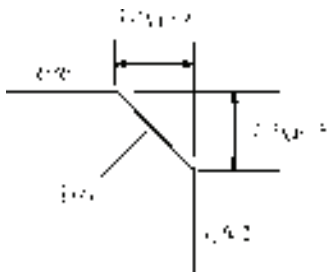

图 4-56 斜线距离
(1) 距离(D) 选择倒角的两个斜线距离。斜线距离是指从被连接的对象与斜线的交点到被连接的两对象的可能的交点之间的距离。如图 4-56 所示。图中的两个斜线距离可以相同也可以不相同，若二者均为“0”，则系统不绘制连接的斜线，而是把两个对象延伸至相交，并修剪超出的部分。